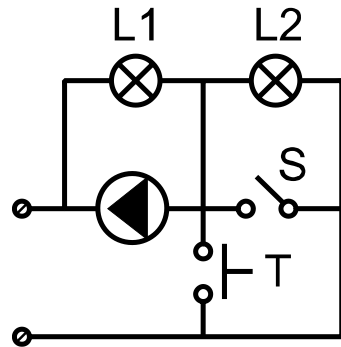

Abbildung II-3
5. In Anlagen mit Umluftmodus sollte eine Notstromversorgung (USV) vorgesehen werden - eine Batterie mit 12 V / 220 V (50 Hz) Umwandler, um einen ununterbrochenen Betrieb der Pumpe im Falle einer Notabschaltung der Stromversorgung zu gewährleisten. ***Es wird empfohlen, die Umlüftpumpe mit einem Thermostat ein- und auszuschalten, der mit einem manuellen elektrischen Schalter dupliziert wird / siehe Abbildung II-3 /.***